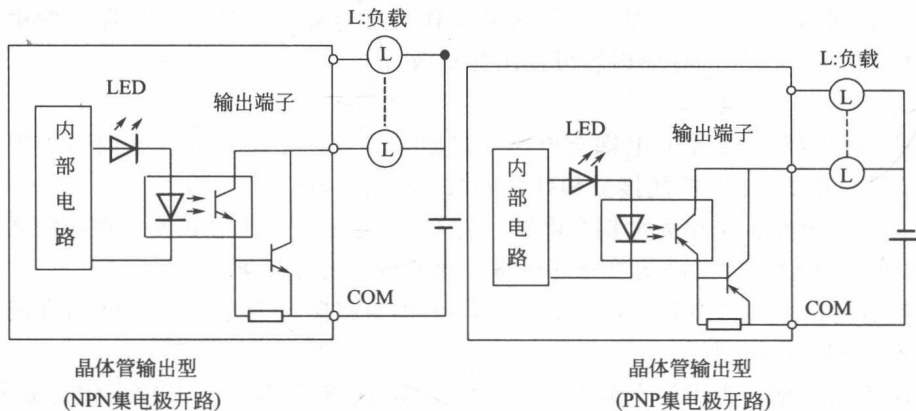

图 1-1-5 晶体管输出型
c. 晶体管输出型：为无触点输出方式，用于接通或断开开关频率较高的直流电源负载。如图 1-1-5 所示。